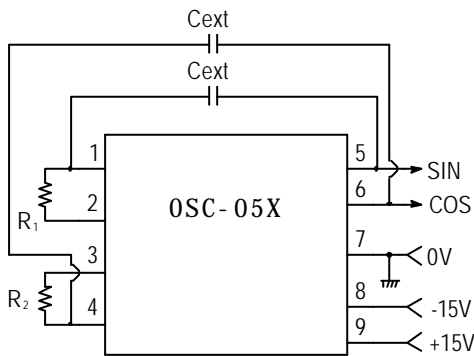

図 1
- 数 100 Hz 以下の低周波を発振する場合は、周波数を決定するための抵抗値が高くなるので、図 1 のように、1-5 及び 4-6 ピン間に外付けコンデンサ C を 2 個、挿入してください。